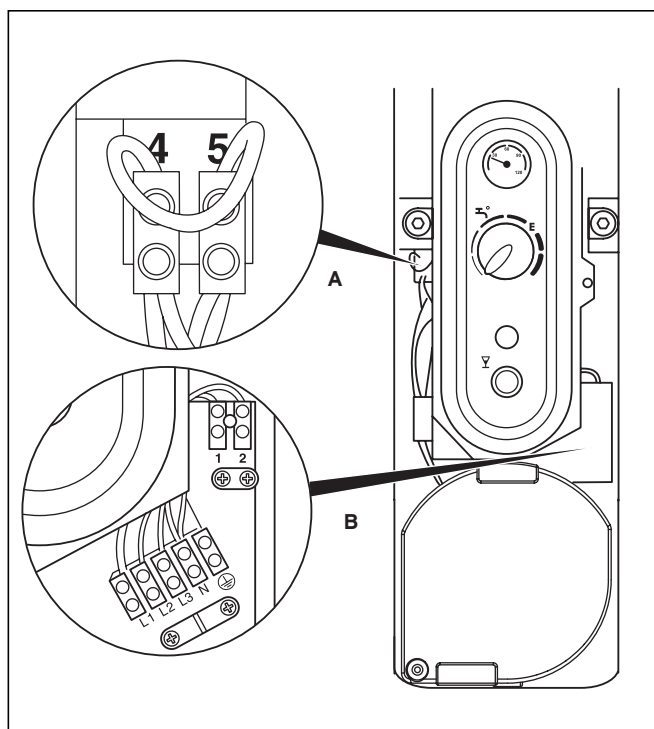

Fig. 8.5 Cassetta dei collegamenti
- Far passare il cavo di allacciamento alla rete attraverso l'apertura inferiore dell'alloggiamento (C, vedere fig. 8.5).
- Collocare il cavo nel dispositivo di scarico della trazione aperto (C, vedere fig. 8.5).